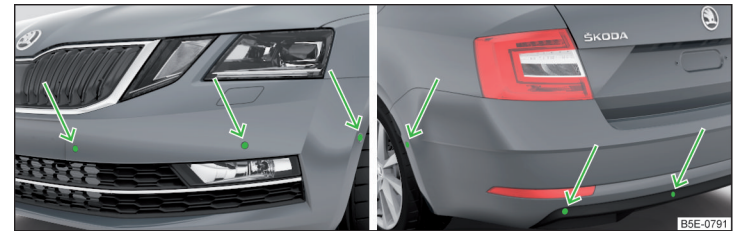

Abb. 254 Verbauort der Sensoren auf der linken Fahrzeugseite: vorn/hinten
- Die Systemsensoren » Abb. 254 auf Seite 227 sauber, schnee- sowie eisfrei halten und mit keinerlei Gegenständen abdecken, anderenfalls kann die Systemfunktion eingeschränkt sein.
Das System berechnet mithilfe von Ultraschallwellen den Abstand zwischen dem Stoßfänger und einem Hindernis. Die Ultraschallsensoren befinden sich je nach Fahrzeugausstattung im hinteren bzw. auch im vorderen Stoßfänger » Abb. 254.